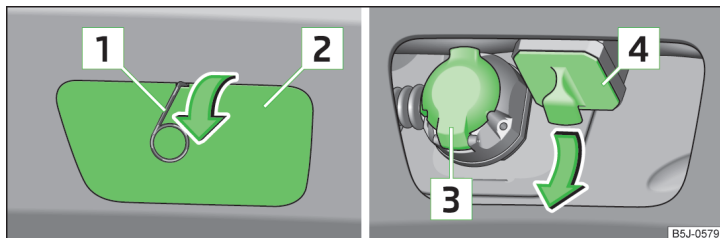
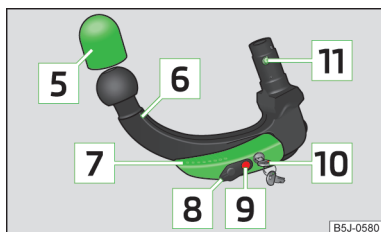

Fig. 123 Rimuovere la calotta di copertura: sul parafranghi posteriore / per il pozzetto di alloggiamento
Fig. 124
Presa del dispositivo di traino e testa sferica » fig. 123 e » fig. 124
- Rimuovere la calotta di copertura sul parafranghi posteriore **2** » fig. 123 a pagina 131 utilizzando, nella direzione della freccia, la staffa per la rimozione dei copriruota integrali.
- Rimuovere, nella direzione della freccia, la calotta di copertura per il pozzetto di alloggiamento **4** » fig. 123 a pagina 131 » **!**.
Dopo averli rimossi, conservare il coperchio **2** e **4** » fig. 123 a pagina 131 in un posto idoneo all'interno bagagliaio.
- Inserire, in direzione opposta a quella della freccia, la calotta di copertura per il pozzetto di alloggiamento [4] » fig. 123 a pagina 131.
- Attaccare la calotta di copertura sul parafranghi posteriore [2] » fig. 123 a pagina 131 ai "gancetti" presenti nella parte inferiore dell'area dei parafranghi.